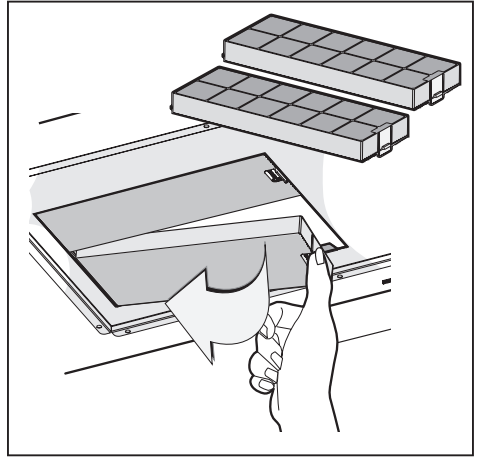
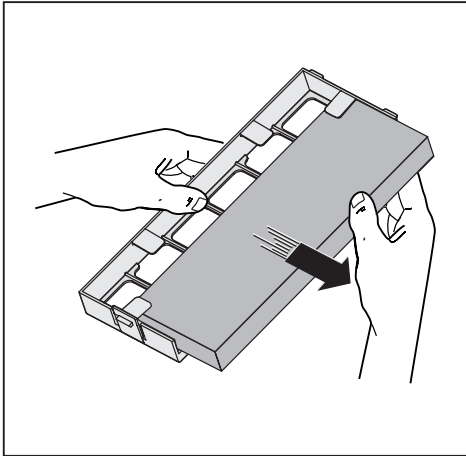

Fig.17
Fig.18
- **Versione filtrante:** abbiamo disponibili due tipi diversi di Kit, uno con filtri a carbone a cassetta (Fig.17) e l'altro con i filtri al carbone rigenerabili (lavabili) (Fig.18).
- Collegare il tubo flessibile al deflettore **M** e fissare la vite **I** come indicato in Fig.8, i filtri al carbone attivo devono essere applicati al gruppo aspirante posto all'interno della cappa (Fig.17).